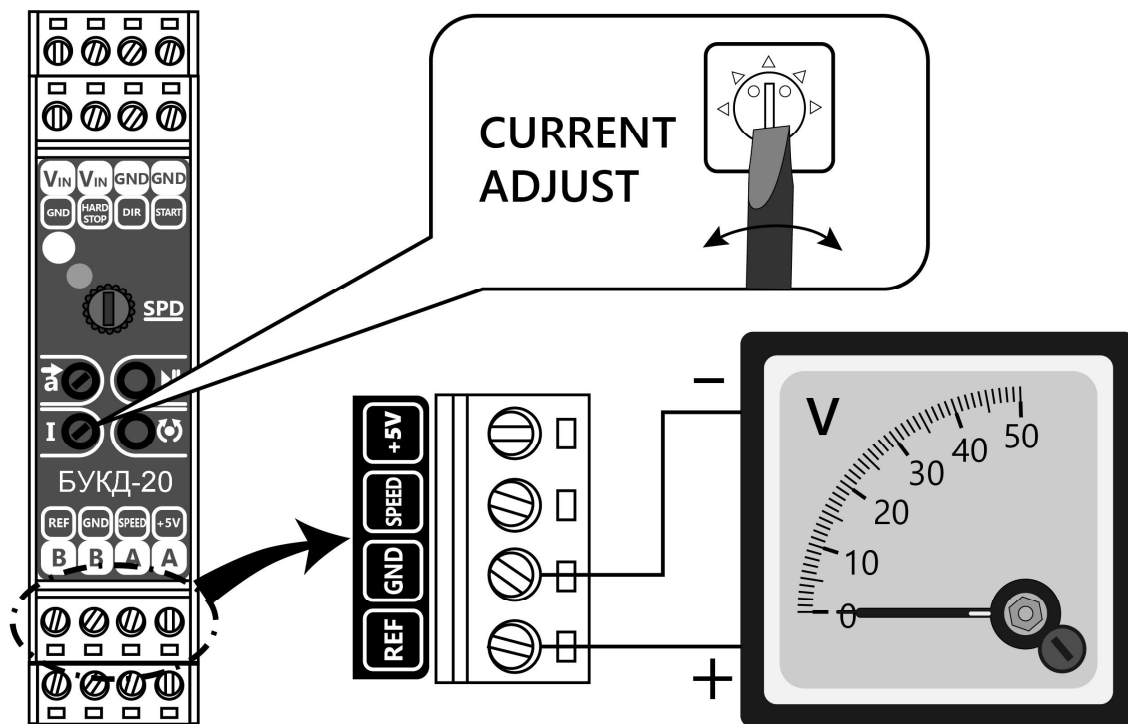

Рис. 3. Подключение вольтметра для установки максимального тока двигателя.
6. Потенциометром «*CURRENT ADJUST*» установите значение максимально потребляемого двигателем тока по вольтметру, подключенному к клеммам «*GND*» и «*V_{ref}*» в соответствии с рис. 3. Установка тока двигателя I_{lim} осуществляется согласно соотношению: